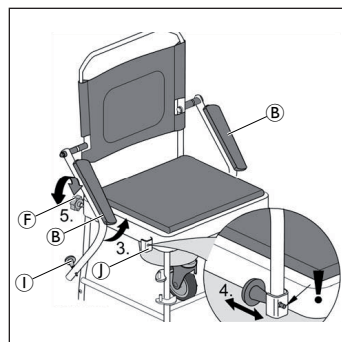

Fig. 3
4. Sterngriffschraube **F** komplett eindrehen (handfest) (Fig. 3).
3. Relevez les accoudoirs **B** des deux côtés jusqu'à ce que la goupille élastique **I** s'enclenche dans le trou du verrouillage **I** situé sur le châssis de siège (Fig. 3).
4. Vissez la vis à tête étoilée **F** entièrement (à la main) (Fig. 3).